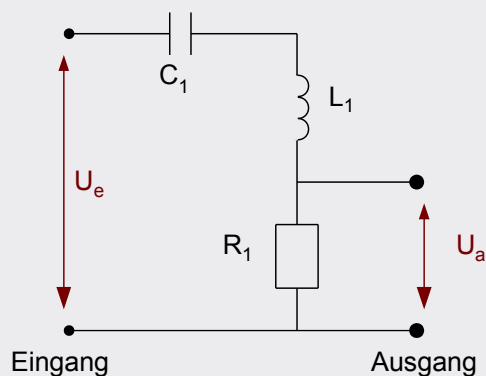

Abbildung 10: Schaltbild LRC-Glied
Beim Aufbau eines einfachen Bandpassfilters wird die Spule eingesetzt. Die Umsetzung eines Glockenfilters als Bandpassfilter kann über die Reihenschaltung einer Spule (L), eines Kondensators (C) und eines Widerstandes (R) geschehen und wird in Abbildung 10 gezeigt.